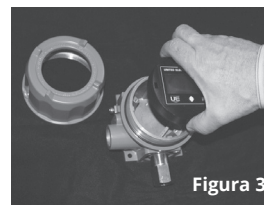

Figura 3
- 2 Retire con cuidado el módulo de pantalla sujetando el borde exterior y tirando de él para separarlo del gabinete base (Figura 3), teniendo cuidado de no forzar ninguna de las conexiones cableadas.